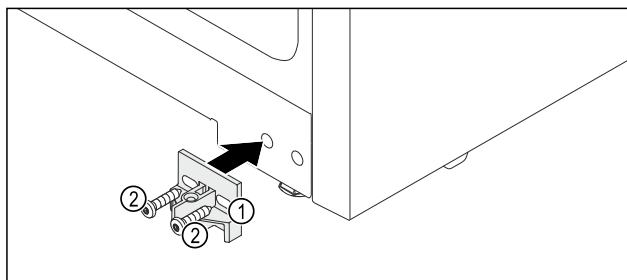

Fig. 17
- Montare l'elemento di tenuta Fig. 17 (1) con le viti Fig. 17 (2) sul lato opposto dell'alloggiamento dell'apparecchio.